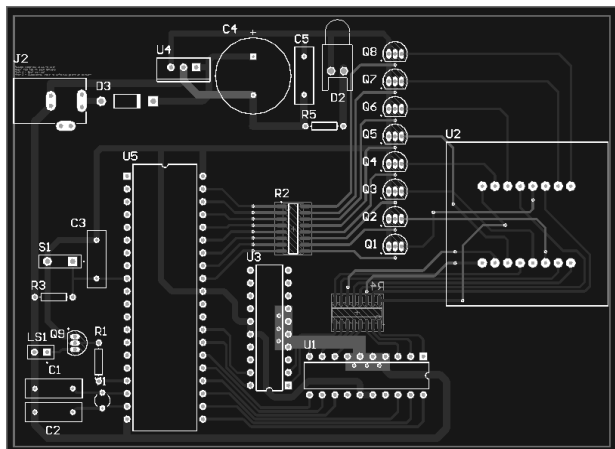

图 14-43 实践题 (3)
- (3) 完成第 13 章实践题 (4) 的手工布线。将 GND 网络宽度设为 50mil，VCC 网络宽度设为 40mil，其余网络宽度设为 20mil。图 14-43 为参考布线，读者完全可以设计出不同的布线结果。